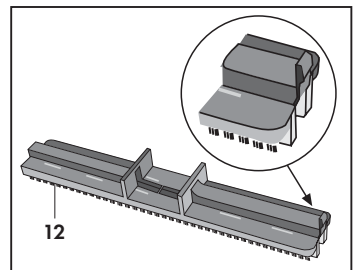

Abb. 15
- Einsatz mit Gummileisten um harte Flächen zu bedampfen und/oder mit Reinigungsmittel zu besprühen **(Abb. 15)**.
- Einsatz mit steifen Leisten (12) um Teppiche und Teppichböden zu reinigen.